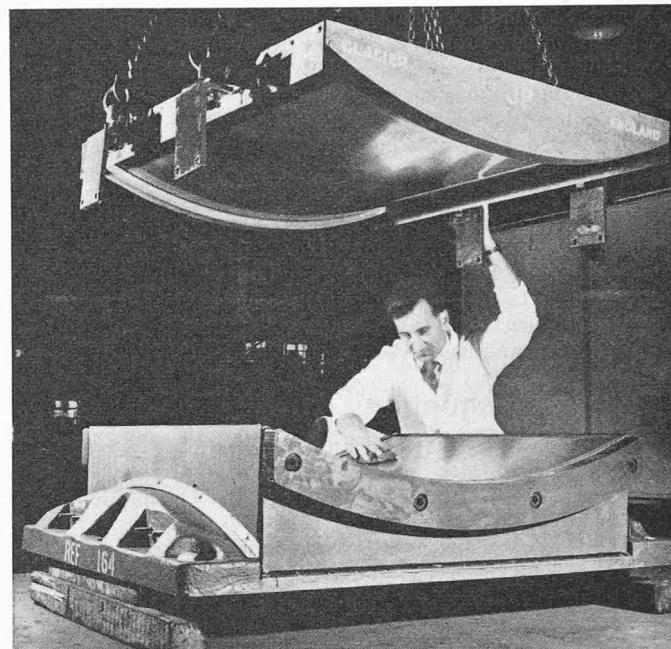

Bild 1. «Anticlastic»-Brückengelenk von 2740 t Tragfähigkeit während der Montage im Werk
**Englisches Brückengelenk.** Die im Bau befindliche Verlängerung der London Western Avenue wird zum Teil als Hochstrasse ausgeführt. Dieser Abschnitt stellt die längste Hochautobahn Europas dar. Die Firma *The Glacier Metal Co., Ltd.*, Alperton, Middlesex, liefert für die Lagerung des Hochstreckenteils 40 «Anticlastic»-Lager mit einer Tragfähigkeit von je 2740 t. Sie sind so konstruiert, dass sie die gleiche Lebensdauer aufweisen wie die Strasse selbst. Während dieser Zeit benötigen sie weder Schmierung noch irgendwelche sonstige Wartung. Die Lager bestehen aus drei Teilen; der Gleitvorgang vollzieht sich zwischen zwei halbzylindrischen Grenzflächen. Die obere Fläche ist aus rostfreiem Stahl, die untere aus Glacier DU (B), einem mit Bronze hinterlegten Material, welches unter anderen Bestandteilen das Polymerisat PTFE (Polytetrafluoräthylen) enthält. Dieser Kunststoff zeichnet sich durch geringe Reibung aus. Bild 1 veranschaulicht ein solches Lager beim Zusammenbau im Werk.